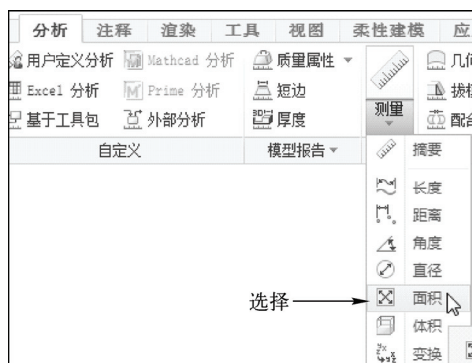

图 12-12 选择“面积”选项
STEP 02 在功能区选项板中切换至“分析”选项卡, 单击“测量”面板中“测量”下方的下拉按钮, 在弹出的列表框中选择“面积”选项, 如图 12-12 所示。